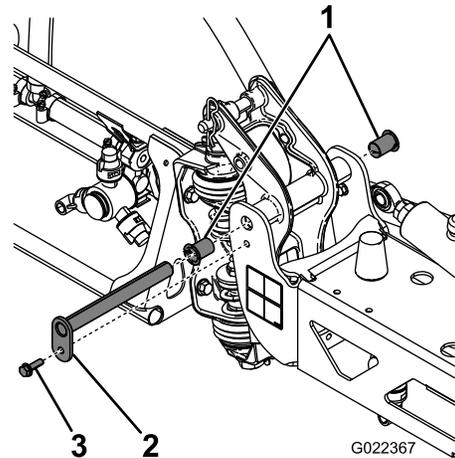

图62
3. 支撑住喷洒臂的重量然后拆下将枢轴销紧固到喷洒臂组件的螺栓和螺母 图62。
4. 卸下固定枢轴销的螺栓和螺母然后取下枢轴销 图62。
6. 从枢轴支架的前后侧拆下尼龙轴套并进行检查 图62。
7. 在尼龙轴套上涂上少量的机油然后将轴套装回到枢轴支架上 图62。
8. 将喷洒臂和枢轴支架装回中心机架上与孔对齐 图62。